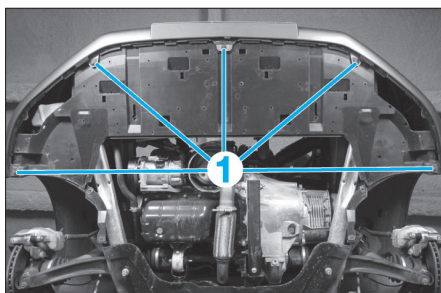

Fig. 153
- Sous le véhicule, déposer les vis de fixation (1) (Fig.153).